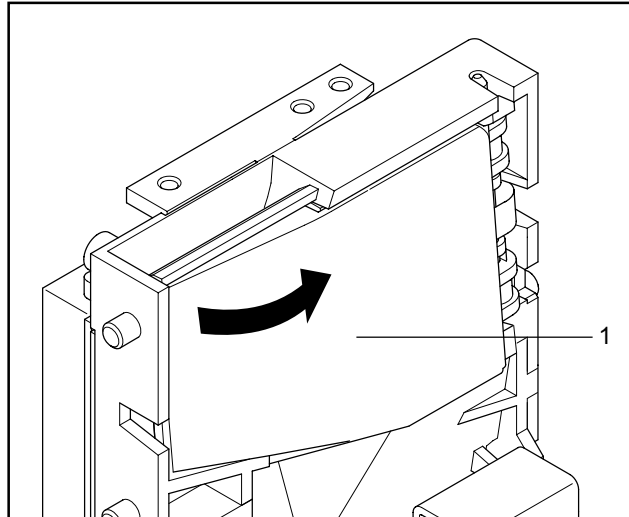

Abb. 8: Laufbahnträger des Münzprüfers aufklappen
2. Laufbahnträger 1 auf der linken Seite vorsichtig aufklappen und offen halten (Abb. 8).